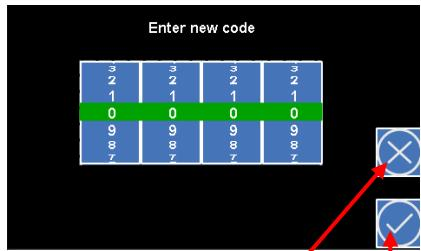

Figura 23
- Se o código estiver correto, aparece o menu **Introduzir novo código** (veja a figura 23).
5. Confirme a introdução com o ícone **Aplicar** (2).